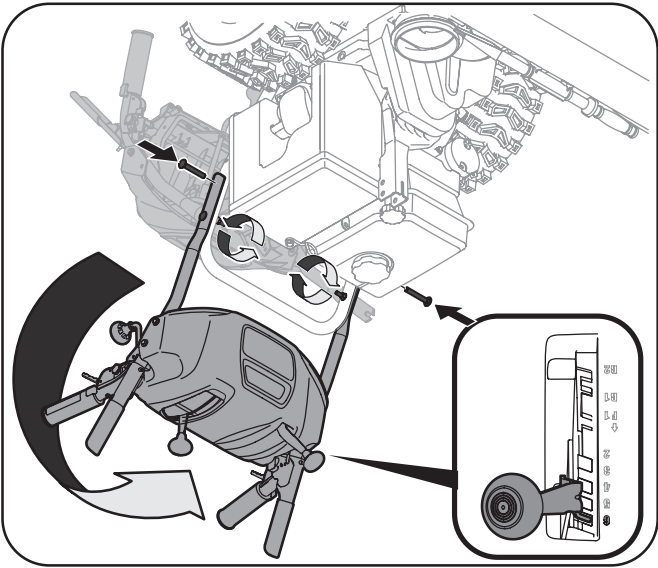

Figure 3-3
- Placez le levier de vitesses dans la 6e position de marche avant. Voir la Figure 3-3.
- Assurez-vous que les deux câbles, sur la partie inférieure de la souffluse, sont bien alignés avec les rouleaux de guidage. Voir la Fig. 3-2. Redressez le guidon supérieur, alignez le guidon supérieur avec le guidon inférieur. Voir la Fig. 3-3.